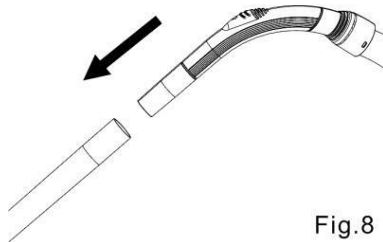

Fig.8
**Etape 8 :** Insérez le tube courbé du tuyau dans le tube télescopique et assurez-vous que le branchement soit ferme (Fig. 8).